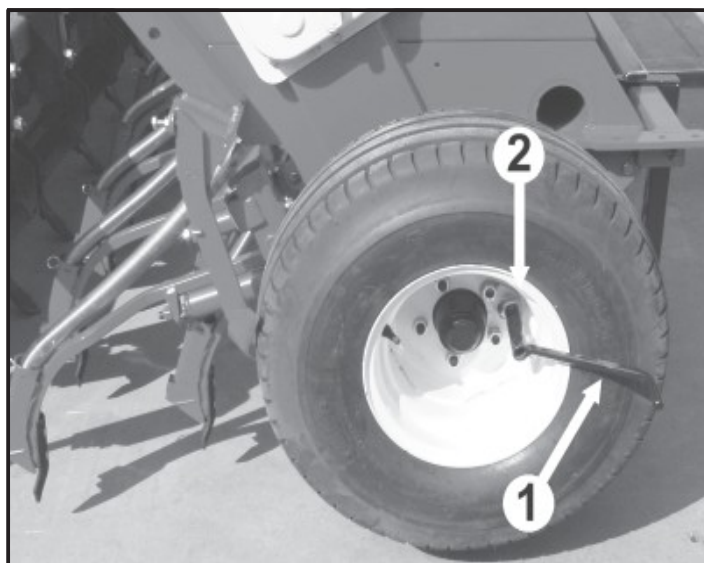

fig. 15
3) Mettere la manovella (1, fig. 15) nell'alloggiamento (2, fig. 15) posto nella ruota destra. Fare alcuni giri in senso di marcia per caricare i distributori, quindi svuotare il vassoio nella tramoggia ed iniziare la prova di semina.